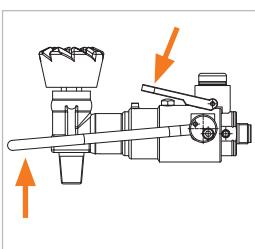

Figure 9
► Maintenez le dispositif de verrouillage (n° 8) appuyé en position inférieure et relevez ensuite l'actionnement (n° 1) vers le haut (*Figure 9*). La connexion à la vanne de la bouteille est ainsi desserrée et le connecteur peut être retiré en position droite par l'arrière.